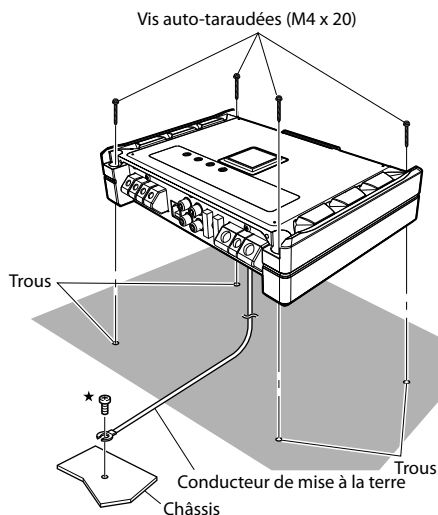

Fig. 3
6. Positionner le PDR-M65/PDR-F50 par dessus les trous et fixer avec les quatre vis auto-taraudées. (Fig. 3)